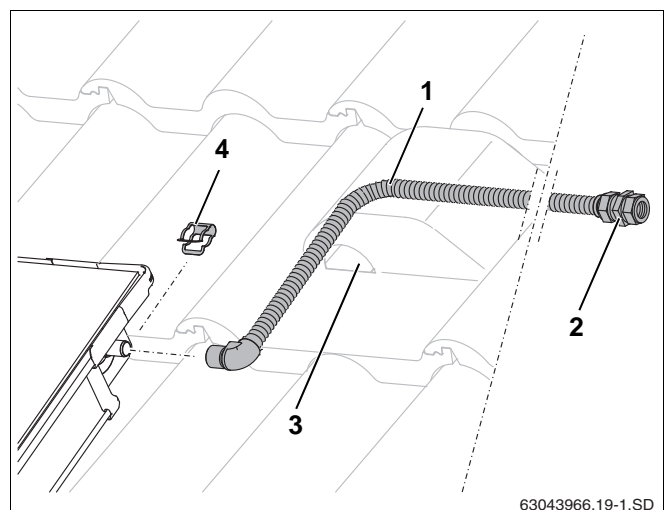

Fig. 53 Montering af fremløbsledning (uden udlufter på taget)
- ▶ Sæt tilslutningsrøret (1000 mm, fig. 53, **pos. 1**) på solfangerens fremløbstilslutning, og fastgør med klemmer (fig. 53, **pos. 4**).
- ▶ Før tilslutningsrøret sammen med følerkablet gennem udluftningstagstenen (fig. 53, **pos. 3**) og gennem tagisoleringen.
- ▶ Slut samleledningen til klemringsforskrningen (fig. 53, **pos. 2**).